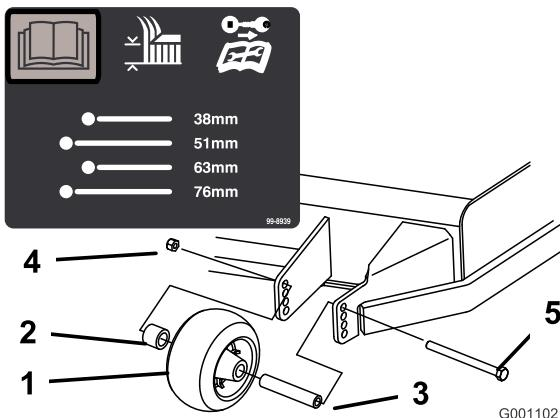
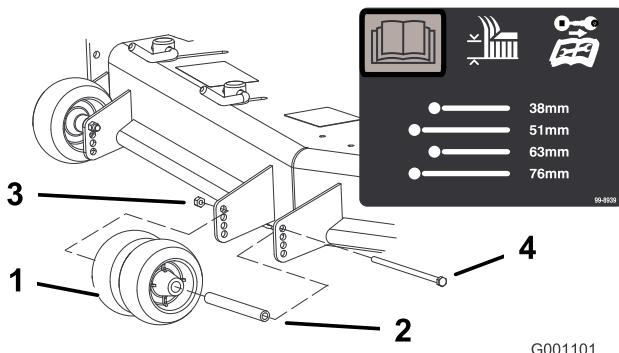
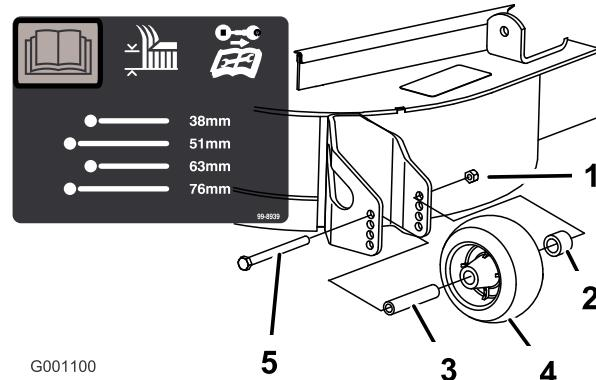

Bild 20
Bild 21
Bild 22
3. Nach dem Einstellen der Schnitthöhe sollten Sie die Rollen einstellen. Nehmen Sie die Bundmutter, die Büchse, das Distanzstück und die Schraube ab (Bild 20, Bild 21 und Bild 22).
**Hinweis:** Die beiden mittleren Rollen haben kein Distanzstück (Bild 21).
5. Setzen Sie die Bundmutter, die Büchse, das Distanzstück und die Schraube ein. Ziehen Sie die Schraube mit 54-61 N·m an (Bild 20, Bild 21 und Bild 22).